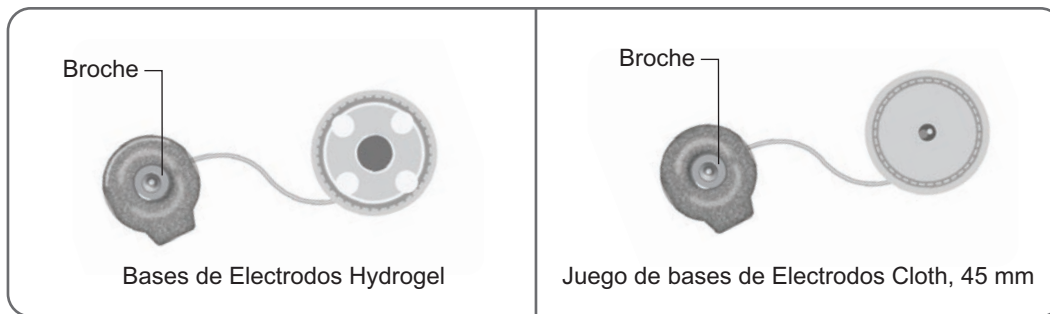

Ilustración 6-6: Opciones para las bases de electrodos de la banda de la parte inferior de la pierna normal
**Es posible usar las siguientes bases de electrodos con la banda de la parte inferior de la pierna normal: (consulte la ilustración 6-6):**